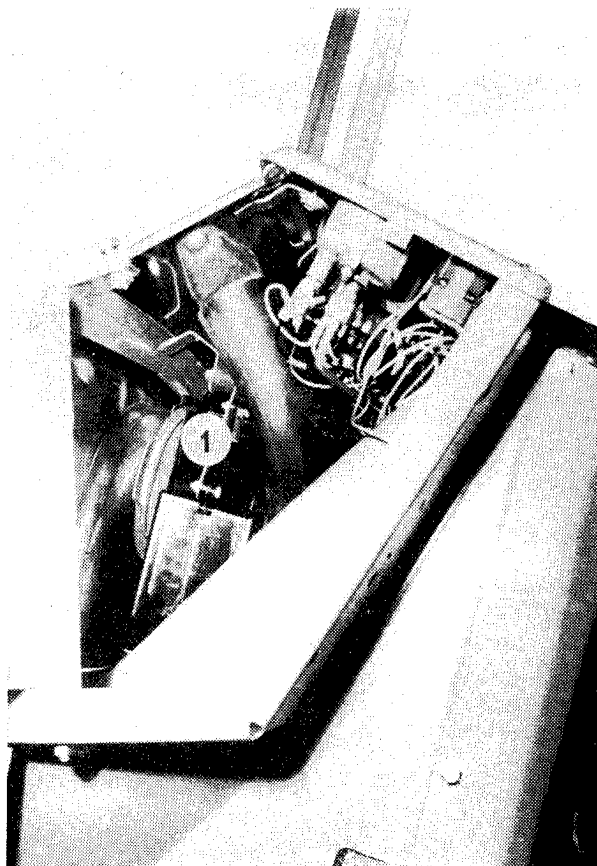

Fig. 37
34. En travaillant dans l'ambiance poussiéreuse nettoyer la cartouche du ventilateur de chauffage (fig. 37/1.)